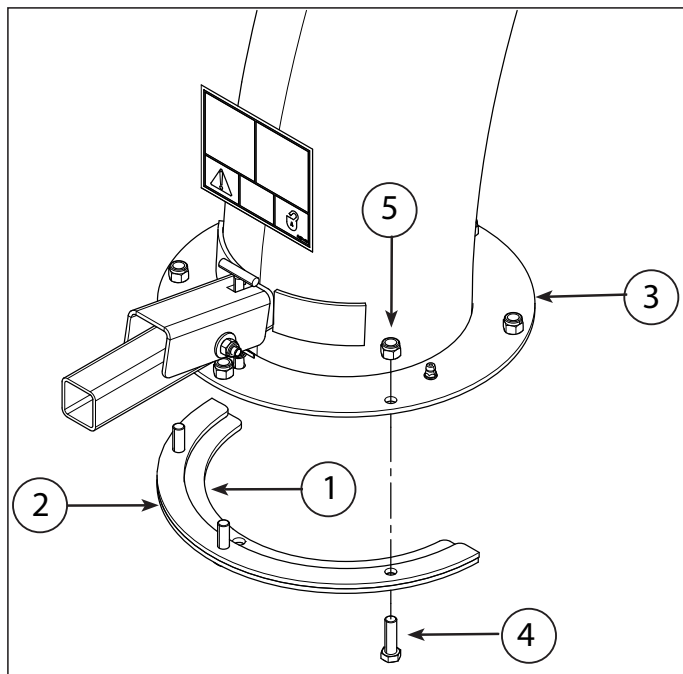

Figura 2.4, Adjuntar anillo de sujeción y el espaciador
1. Coloque un anillo de fijación (1) y un anillo de intermedio (2) a la base del tubo de descarga (3) con tres pernos (4) de 3/8 x 1 1/4 pulg. (10 mm x 32 mm) y tuercas con cubierta de nylon (5). Apriete dejando un espacio libre de 1/16 pulg. (2 mm) para ayudar en el montaje a la brida. Ver Figura 2.4